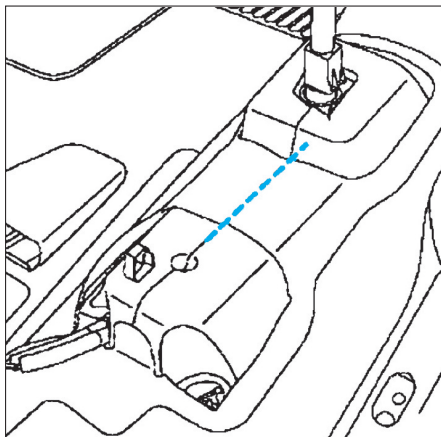

FIG. 10
- Après la dépose de la console centrale, découper la moquette entre le calculateur d'airbags et le boîtier de commande des vitesses (Fig.10).